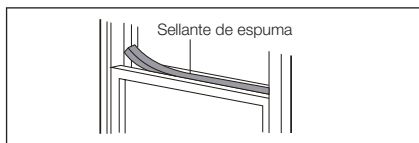

Fig. 17
7. Corte el sellante de espuma a la longitud adecuada y selle el espacio abierto entre la ventana de guillotina superior y la exterior, como se muestra en la Fig. 17.